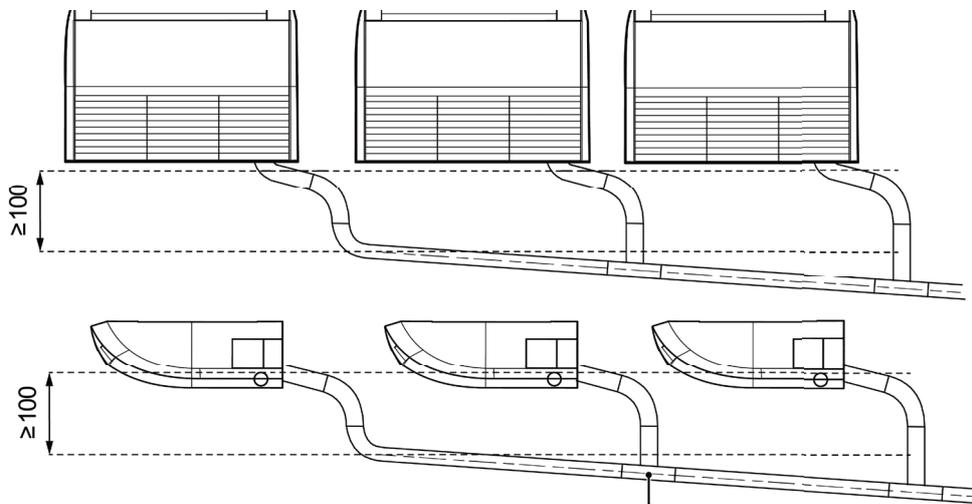

Рис. 13
- Наличие перегибов сливного шланга внутри внутреннего блока не допускается (см. рис. 13). б. На пути прохождения потока конденсата должны отсутствовать препятствия.